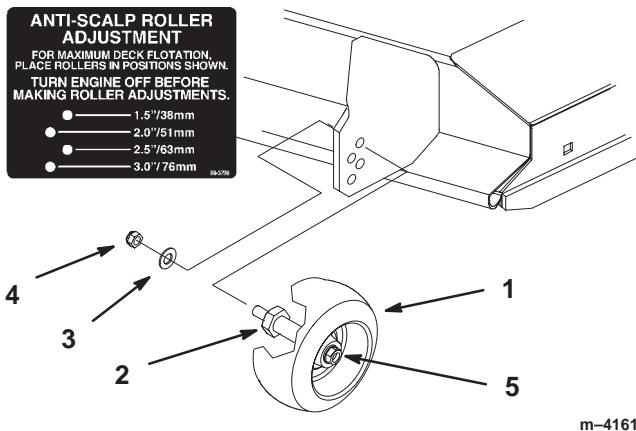

Figure 22
Remarque : Appuyez sur la pédale d'aide au relevage lorsque vous relevez le plateau de coupe. Cela facilitera le relevage du plateau (Fig. 22).
2. Lorsque la hauteur de coupe est réglée, enlevez l'écrou à collarette et la rondelle élastique tout en maintenant le goujon avec une clé (Fig. 22).
- Remarque :** N'enlevez pas l'écrou et la rondelle de la roue (Fig. 22).
3. Choisissez le trou pour que la roue de jauge se trouve le plus près possible de la hauteur de coupe correspondante voulue (Fig. 22).
4. Remettez l'écrou à collarette et la rondelle élastique. Serrez l'écrou à 54,2–61,0 Nm (40–45 pieds-livre) (Fig. 22).